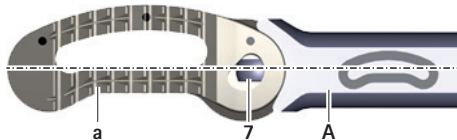

Fig. 8 Impianto in posizione 0°
- ▶ Tenere l'impianto di prova **D** in posizione 0° sullo strumento inseritore **A**, vedere Fig. 8.
- Posizionare l'impianto in posizione 0° vedere Fig. 8.